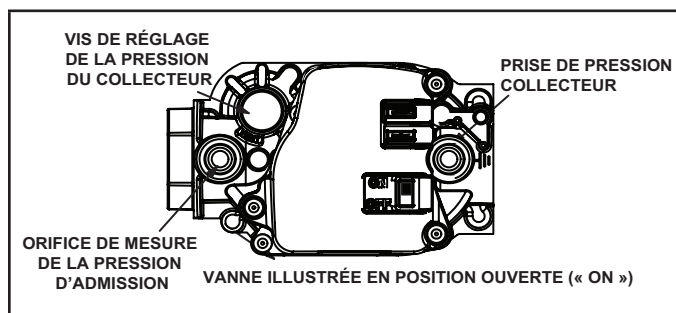

Figure 55
### Fonctionnement de la vanne de gaz (Figure 55)
- 6 - Mettre le contacteur de la vanne de gaz sur «OFF». Voir la Figure 55.
- 8 - Mettre le contacteur de la vanne de gaz sur «ON». Voir la Figure 55.